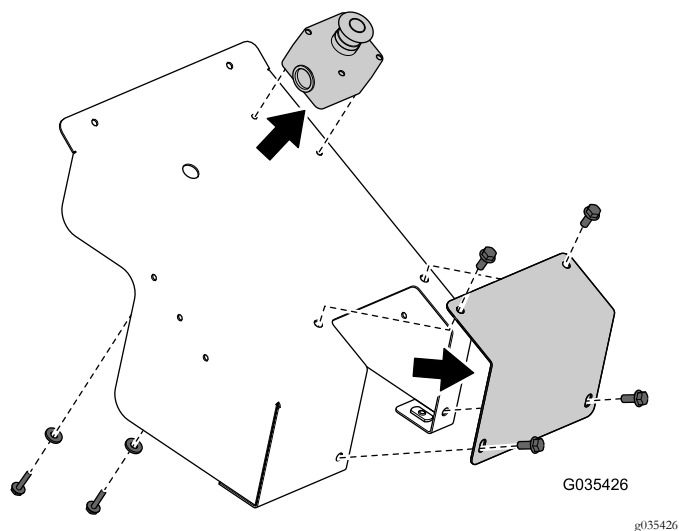

図 2
6. カバーについているストップボタンアセンブリと手動優先操作用のカバーを図 2 のように取り外す。